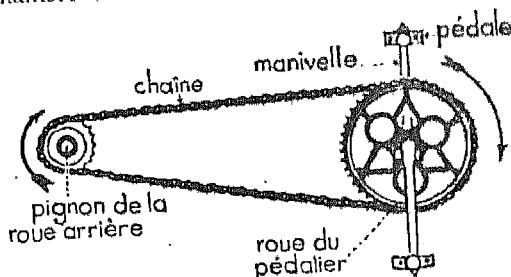

Fig. 4. — Mécanisme de transmission de mouvement.
*Description.* — Il se compose du *pédalier*, de la *chaîne de transmission* et du *pignon denté* de la roue arrière (fig. 4).